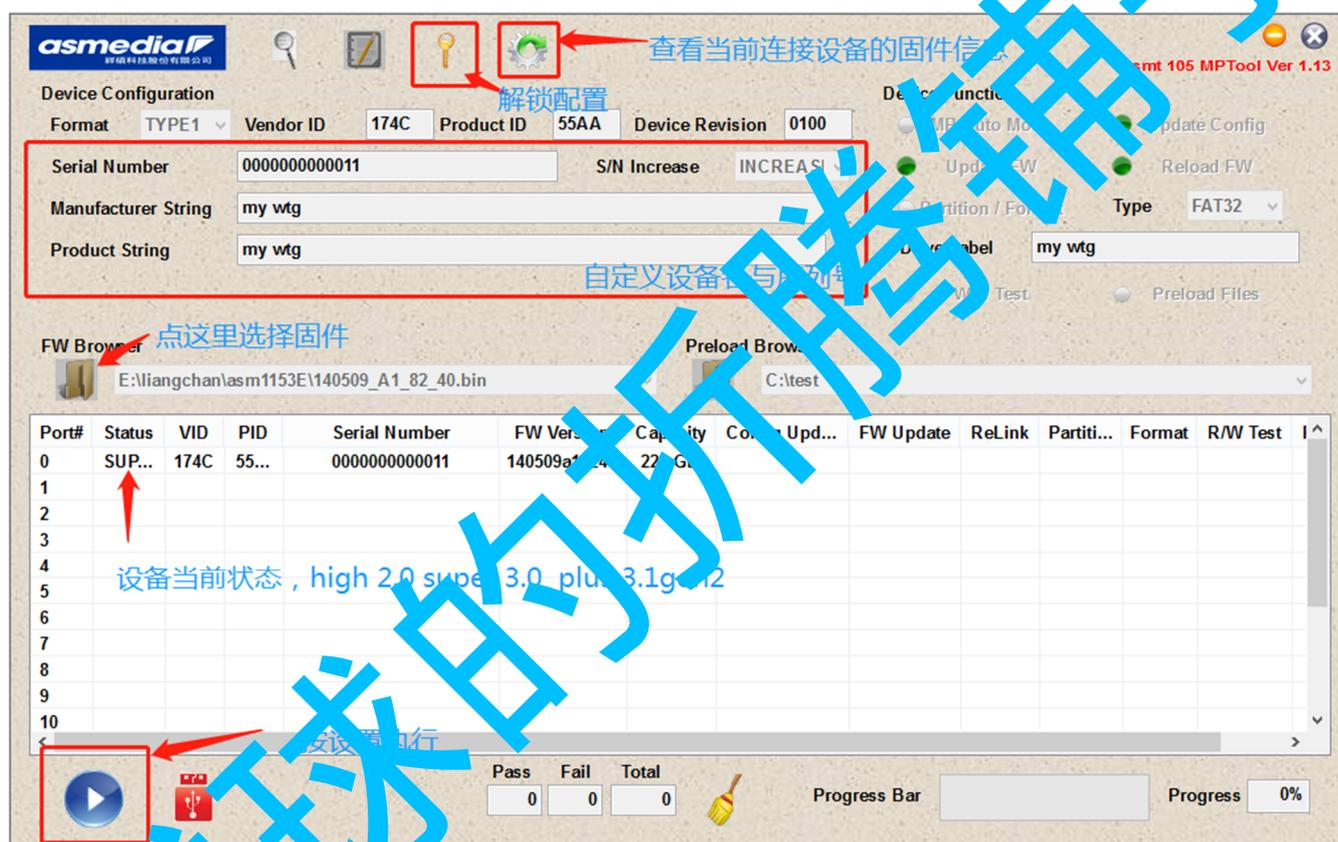

图 8
1. 解包下载的开卡工具，双击目录中的 Tool.exe，进入如图 8 所示工具界面，根据不同电脑，打开时间有长有短；